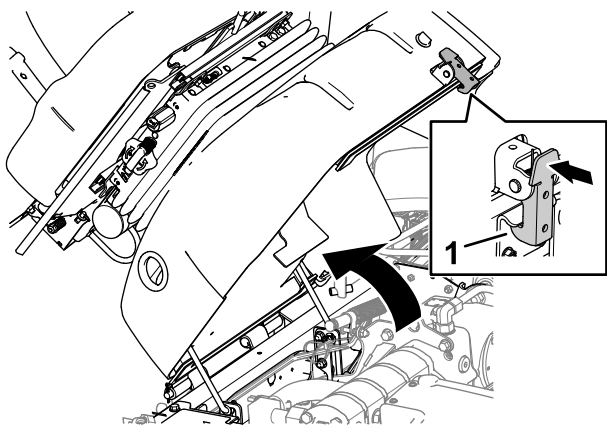

Figura 64
1. Mova o trinco do banco para fora (Figura 64).